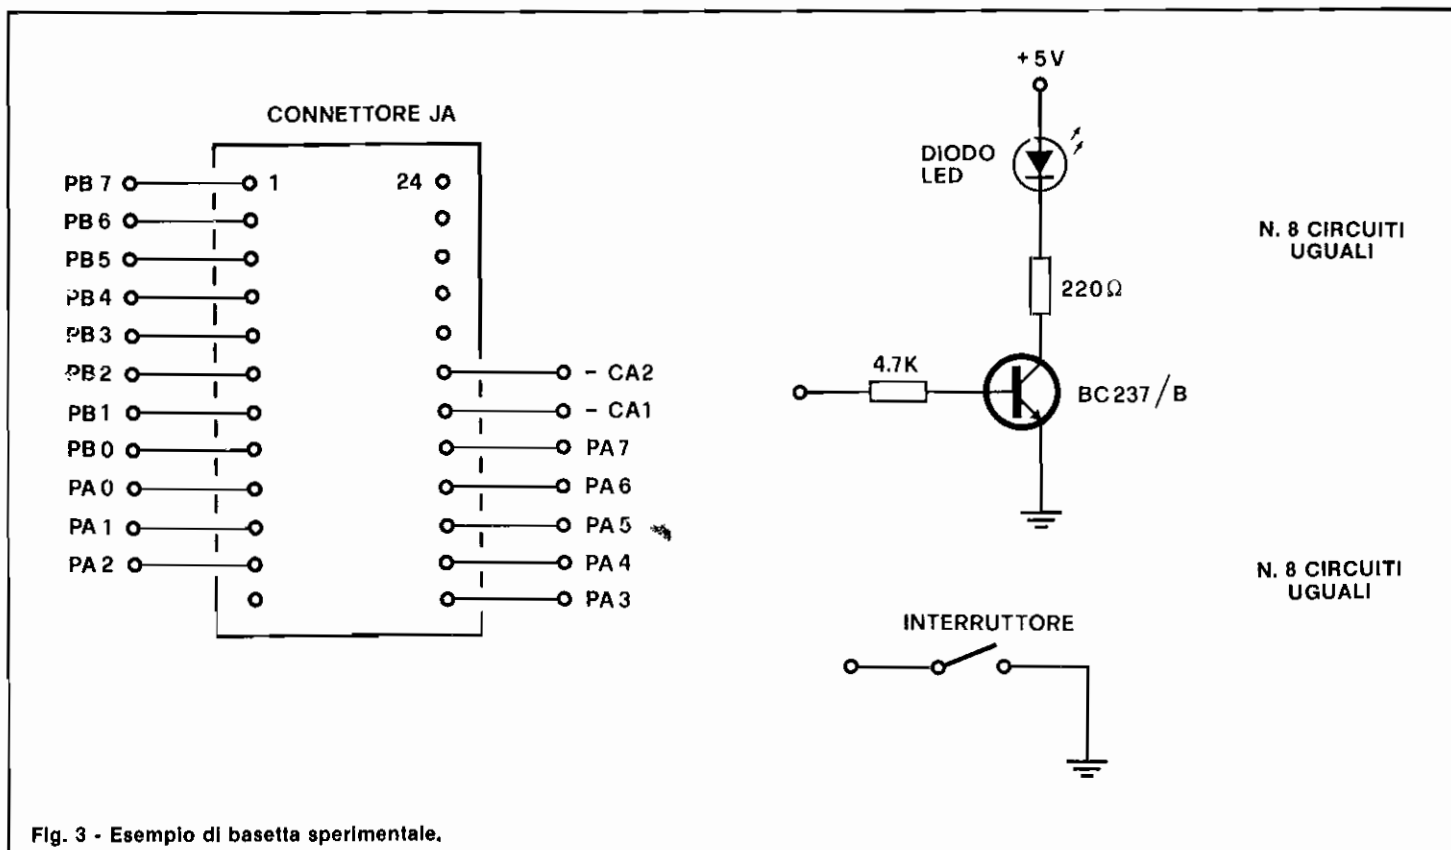

Fig. 3 - Esempio di basetta sperimentale.
Per prendere confidenza con le operazioni di I/O parallelo, è consigliabile realizzare una basetta simile allo schema di fig. 3 ed eseguire gli esercizi seguenti:
**Esercizio 2** - Collegare le basi dei transistor che pilotano i leds (vedere fig. 3) ai pins del port A seguendo il solito schema.